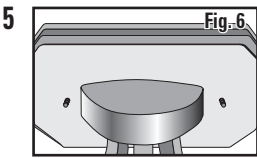

Fig. 6
Pull any excess wire up from the fixture and through the center hole of the mounting bracket. Push the excess supply wires back into the electrical box or under the canopy. Move the mounting plate up to and over the mounting screws and screw on both base fasteners on opposite sides of the mounting base (Fig. 6). Hand-tighten the round fixture fasteners until the pan is securely against the wall. Make sure not to pinch any of the wires under the pan.
- 5**  **Fig. 6** Tirez sur la longueur excédentaire de fil sortant du luminaire pour la faire passer à travers le trou central du support de montage. Poussez la longueur excédentaire des fils d'alimentation électrique pour la faire rentrer dans le boîtier électrique ou au-dessous du couvercle. Déplacez la plaque de montage vers le haut et au-dessus des vis de montage, et vissez les deux attaches de fixation de la base des côtés opposés de la base de montage (**Fig. 6**). Serrez à la main les attaches rondes du luminaire jusqu'à ce que le panneau de fixation soit placé solidement au ras du mur. Faites bien attention de ne pas pincer l'un des fils au-dessous du panneau de fixation.
Tire de todo el exceso de cable hacia arriba del accesorio para iluminación y a través del agujero central del soporte de montaje. Empuje el exceso de cables de alimentación de vuelta al interior de la caja eléctrica o debajo de la cubierta. Mueva la placa de montaje hacia arriba hasta los tornillos de montaje y sobre ellos, y enrosque ambos sujetadores de la base ubicados en los lados opuestos de la base de montaje (Fig. 6). Apriete a mano los sujetadores del accesorio para iluminación de forma redonda hasta que la bandeja esté firmemente contra la pared. Asegúrese de no pellizcar ninguno de los cables debajo de la bandeja.